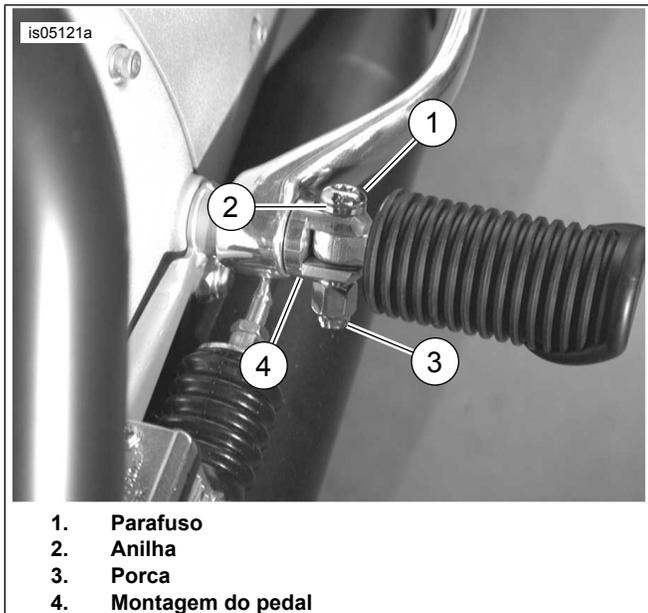

Figura 2. Instalação do Parafuso do Pedal
2. Figura 2 Instale o pedal com a **nova** anilha (2) e o parafuso (1).
3. Instale a porca **nova** (3). Aperte.